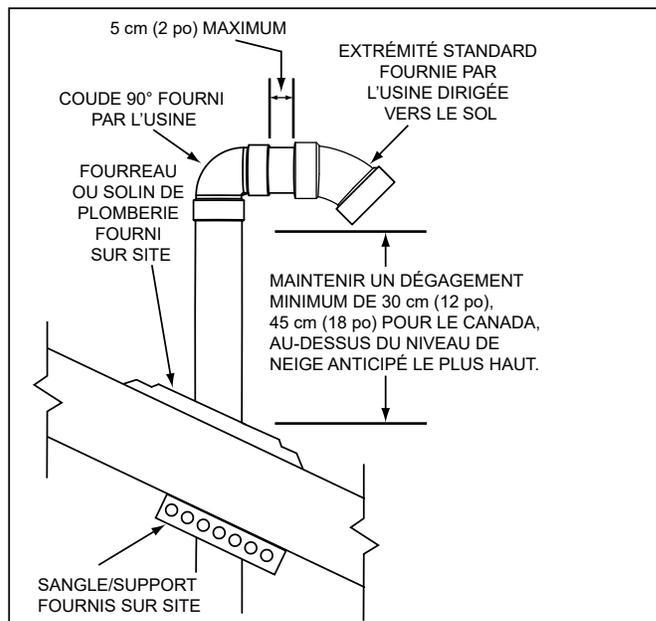
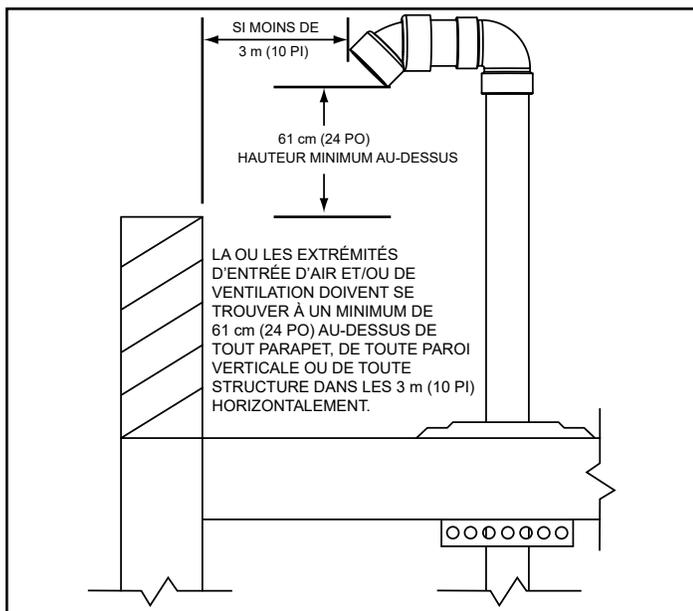
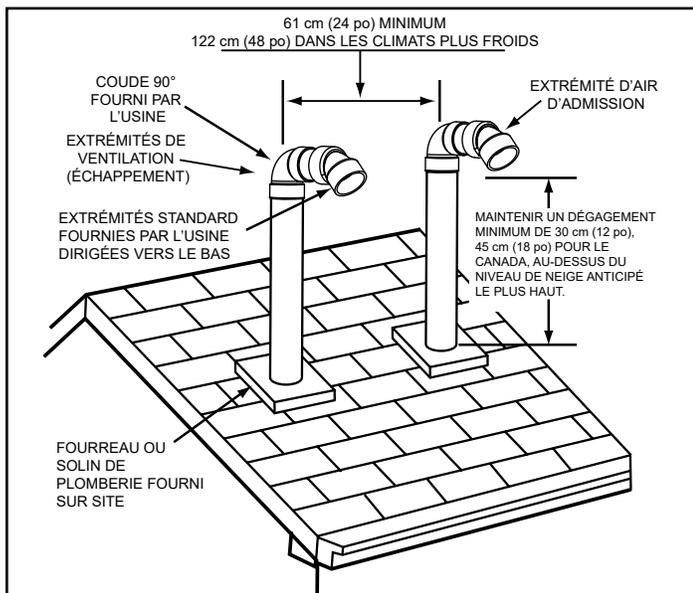

Figure 22. Installation à extrémité(s) verticale(s)
Figure 23. Dégagement sur toit plat des extrémités verticales - Admission d'air et/ou évacuation (gaz de combustion)
Figure 24. Extrémité verticale - Ventouse
- Pour installer uniquement la tuyauterie d'évacuation (gaz de combustion) dans une configuration à dispositif d'évacuation mécanique vertical à travers le toit, s'assurer que tous les dégagements verticaux extérieurs prescrits, illustrés à la **Figure 22** (page 26) et la **Figure 23** (page 27), sont bien respectés. Ces dégagements et ceux cités par les codes locaux et nationaux doivent être maintenus.
Remarque : Pour les installations sur toits-terrasses, la bouche d'évacuation doit être d'un minimum de 60 cm (24 po) au-dessus de tout parapet, tout mur vertical ou toute structure se trouvant à moins de 3 m (10 pi) horizontalement. Voir **Figure 23**.
- Pour installer la tuyauterie d'admission d'air et d'évacuation dans une configuration à ventouse verticale à travers le toit, s'assurer que tous les dégagements verticaux extérieurs prescrits, illustrés à la **Figure 22** (page 26) et la **Figure 23** (page 27), sont bien respectés. Ces dégagements et ceux cités par les codes locaux et nationaux doivent être maintenus.
Remarque : Pour les installations sur toits-terrasses, les bouches d'évacuation et d'admission d'air doivent être d'un minimum de 60 cm (24 po) au-dessus de tout parapet, tout mur vertical ou toute structure à moins de 3 m (10 pi) horizontalement. Voir **Figure 23** (page 27).
- La bouche d'évacuation doit être orientée vers le bas comme illustré à la **Figure 22** et la **Figure 23** (page 27).
- Le bord inférieur de la bouche d'évacuation doit être d'un minimum de 30 cm (12 po), 45 cm (19 po) au Canada, au-dessus du niveau moyen ou attendu de la neige comme illustré à la **Figure 22** (page 26).
- Les tuyaux d'admission d'air et d'évacuation doivent pénétrer le même côté du toit comme illustré à la **Figure 24** (page 27).
- Les bouches d'admission d'air et d'évacuation doivent être orientées vers le bas et dans le même sens comme illustré à la **Figure 24** (page 27).
- Les bouches d'admission d'air et d'évacuation doivent avoir une séparation minimale de 61 cm (24 po) mesurée entre leurs axes médians comme illustré à la **Figure 24** (page 27). Dans les climats plus froids, cette séparation doit être augmentée jusqu'à au moins 122 cm (48 po).
- Le bord inférieur des bouches d'admission d'air et d'évacuation doit être d'un minimum de 30 cm (12 po), 45 cm (19 po) au Canada, au-dessus du niveau moyen ou attendu de la neige comme illustré à la **Figure 22** et la **Figure 24** (page 27).
- La distance entre les bouches d'évacuation et d'admission d'air les plus proches doit être d'un minimum de 61 cm (24 po) comme illustré à la **Figure 24** (page 27). Dans les climats plus froids, cette séparation doit être augmentée jusqu'à au moins 122 cm (48 po).
- Suspendre le ou les tuyaux par le centre du trou à l'aide d'un cerclage en métal ou de matériaux de support équivalents comme à la **Figure 22** (page 26).
- Enfiler un fourreau de toit ou un solin équivalent sur le tuyau et sécuriser le fourreau ou le solin équivalent au toit et sceller autour du solin comme illustré à la **Figure 22**, la **Figure 23** (page 27) et la **Figure 24** (page 27).
- Poser la ou les bouches d'admission d'air et/ou d'évacuation fournies par le fabricant à l'aide de tuyau (non fourni) et d'un coude à 90° (non fourni) comme illustré à la **Figure 22** (page 26). La section courte du tuyau qui raccorde le coude à 90° (non fourni) et la bouche fournie par l'usine ne doit pas être de longueur excessive. La portion exposée de ce tuyau sera inférieure à 5 cm (2 po).